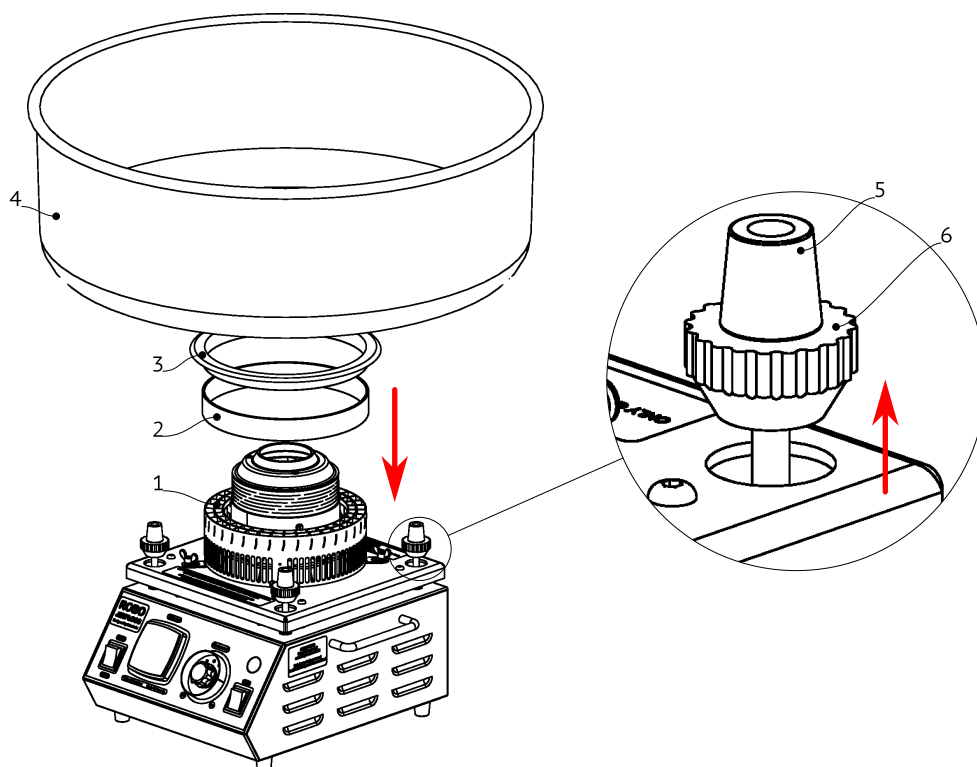

Рисунок 2
6. Установите кольцо силиконовое (2) на статор (1), см. Рис. 2.
7. Выкрутите все четыре транспортировочных гайки (6) вверх до упора.
8. Установите ловитель (4) на опоры (5). Проследите, чтобы опоры попали в соответствующие впадины в ловителе.
9. Установите кольцо силиконовое (2) на статор (1) так, чтобы перекрыть проём между внутренней кромкой ловителя и статором.